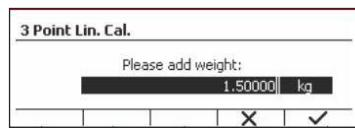

Figure 17
5. Placez la masse d'étalonnage du poids spécifié sur le plateau et appuyez sur le bouton multifonction correspondant à l'icône pour confirmer. Pour modifier le point d'étalonnage, saisissez la valeur désirée, puis placez le poids correspondant sur le plateau pour l'étalonnage. (Voir Figure 17)